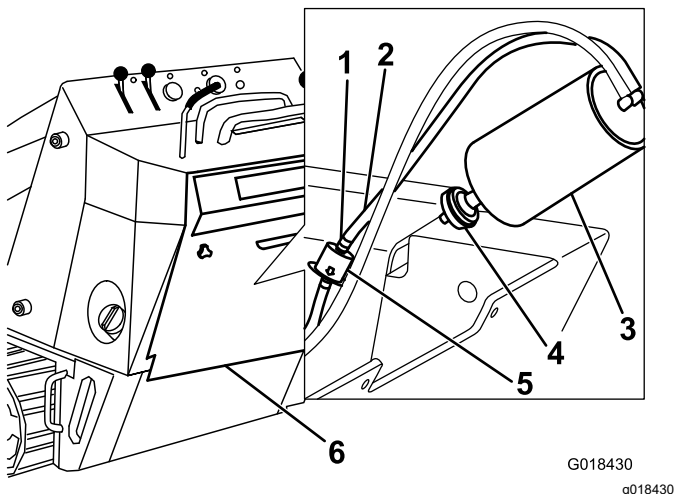

Figura 33
- Togliete il filtro dell'aria del canister a carboni attivi e gettatelo (Figura 33).
- Montate un nuovo filtro sul canister a carboni attivi (Figura 33).
- Spostatate le fascette stringitubo a molla su entrambi i lati del filtro della linea di spurgo del canister a carboni attivi lontano dal filtro (Figura 33).
- Togliete il filtro della linea di spurgo e gettatelo (Figura 33).
- Montate un nuovo filtro nel flessibile con la freccia del filtro rivolta nella direzione opposta al canister a carboni attivi e fissatelo con le fascette stringitubo (Figura 33).